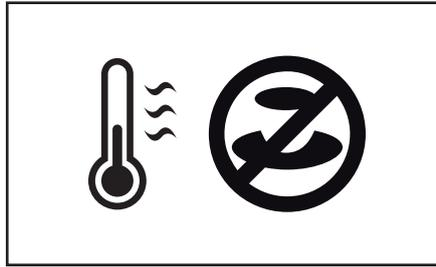

Fig. 4.9 - Ícones de Aquecimento/Distribuição bloqueados
3. Um termómetro intermitente e o ícone "Saída bloqueada" serão mostrados no visor (Fig. 4.9).